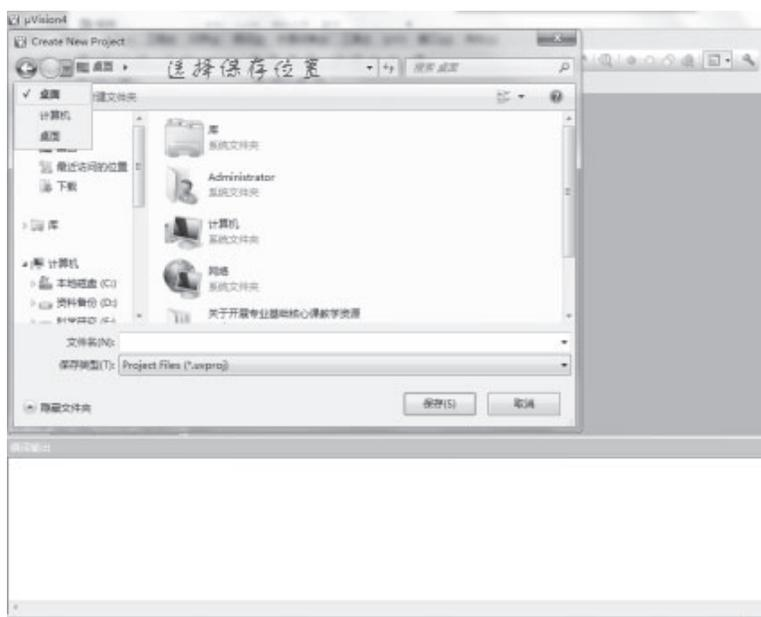

图 1.11 新建工程保存目录选择窗口
在“文件名 (N)”窗口中输入新建工程文件的的名字后，选择工程的保存目录，单击“保存 (S)”即可，如图 1.11 所示。